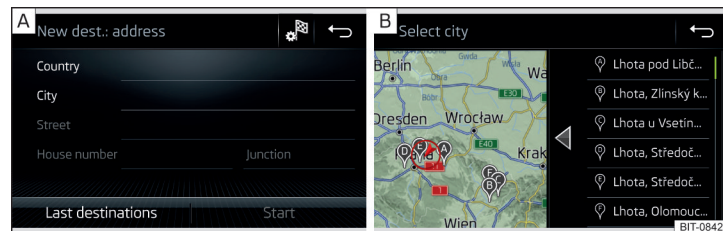

Fig. 186 Introducerea destinației prin intermediul adresei: Meniul principal/lista localităților căutate
- Introduceți adresa de destinație și apoi confirmați » fig. 186 - **A**.
În funcție de numărul de locații căutate, se poate afișa automat o hartă cu o listă a locațiilor căutate » fig. 186 - **B**.